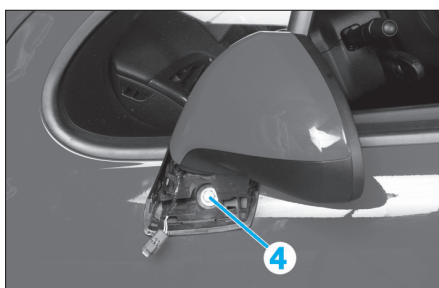

Fig. 84
- Déposer la vis (4) (Fig.84).